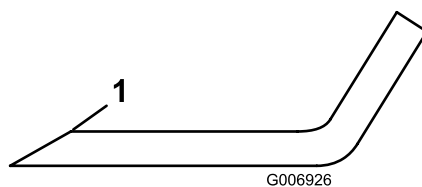

Figura 72
4. Controllate i taglienti di tutte le lame. Affilateli se sono smussati o scheggiati, affilate solo la parte superiore del tagliente e mantenete l'angolo di taglio originale per garantire l'affilatura (Figura 72).